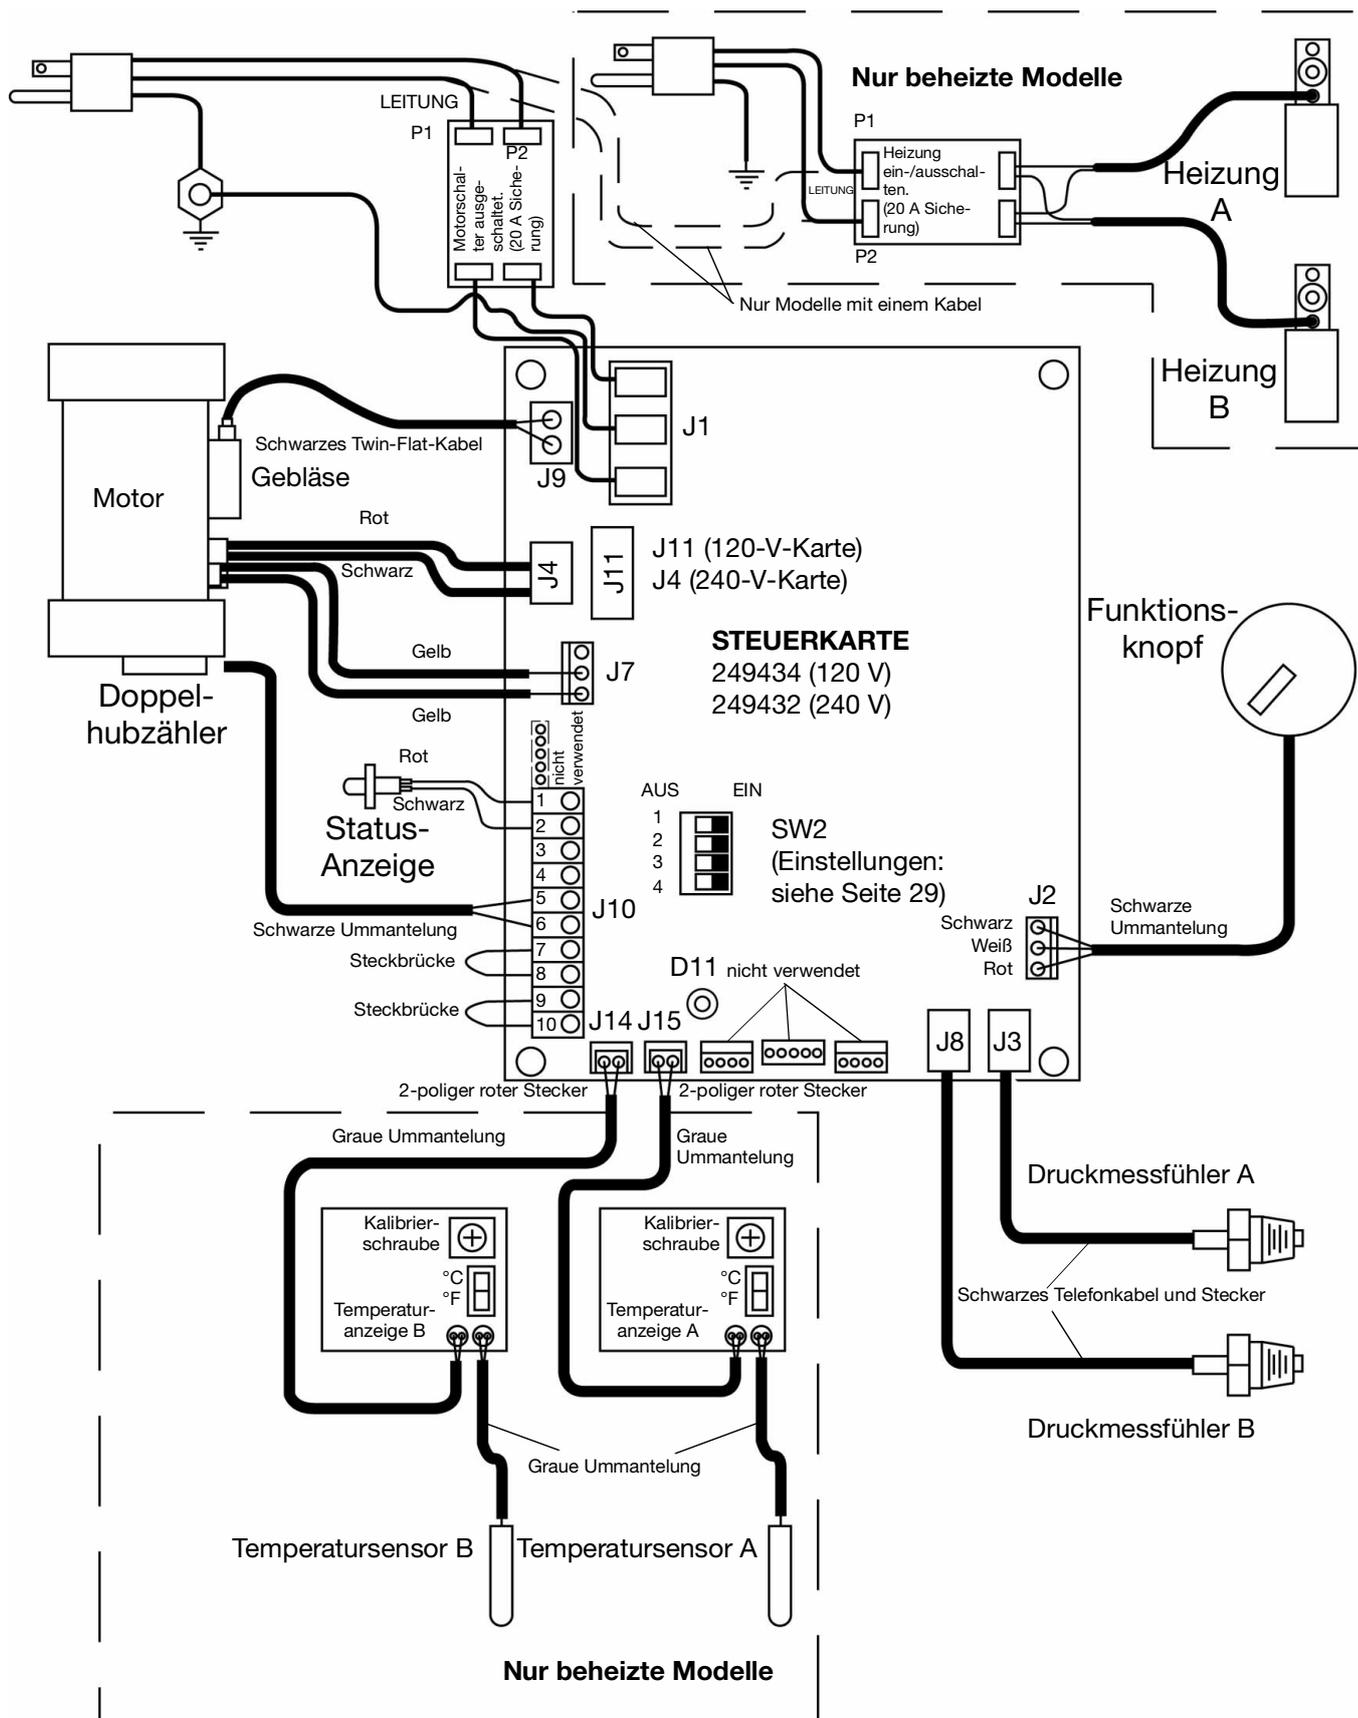

ABB. 14 Kabelanschlüsse des Steuermoduls
3. Abdeckung (39) von der Rückseite des Steuermoduls abnehmen.
4. Potentiometerkabel von der Pos. J2 der Steuerkarte (406) abziehen. Siehe ABB. 14, Seite 41.
6. Die Mutter (404N) und den Zwischenring (415) entfernen.
7. Neues Potentiometer (404) in umgekehrter Reihenfolge einbauen. Das Potentiometer so ausrichten, dass der Schlitz (404S) horizontal ist. Den Knopf (416) so ausrichten, dass die Markierung (416P) nach oben zeigt. Den Knopf so an der Welle befestigen, dass der Schlitz (404S) in den Stift im Knopf eingreift. Den Knopf vor dem Festziehen der Stellschrauben (416a) gegen die Rastfeder auf die Welle schieben.
8. Potentiometerkabel wie in ABB. 14, Seite 41 dargestellt an J2 anschließen.
Die Steuerkarte besitzt eine rote LED (D11). Zur Überprüfung muss der Strom eingeschaltet sein. Lage, siehe ABB. 14. Funktionsweise:
4. Abdeckung (39) an der Rückseite des Steuermoduls entfernen, um die Steuerkarte (406) freizulegen.
5. Alle Kabel und Stecker von der Karte abziehen. Die zwei Steckbrückenkabel (413) von den J10-Stiften 7-8 und 9-10 abziehen.
6. Die Schrauben (408) entfernen und die Steuerkarte vom Steuermodul abnehmen.
**Tabelle 6: Anschlüsse der Steuerkarte (siehe ABB. 14)**
3. Abdeckung (39) an der Rückseite des Steuermoduls entfernen, um die Steuerkarte (406) freizulegen.
4. Druckmessfühlerkabel von Steckern J3 und J8 an der Karte trennen. Siehe ABB. 14, Seite 41. Die Anschlüsse A und B vertauschen und prüfen, ob der Statuscode dem defekten Messfühler folgt. Siehe **Statuscode 3: Störung Messfühler A**, Seite 30.
9. Messfühlerkabel an der Steuerkarte anschließen; siehe ABB. 14, Seite 41.
Wenn der Motor nicht durch die Pumpen verriegelt ist, kann er mit einer 9-V-Batterie getestet werden. Zirkulationsventile öffnen, J4 oder J11 von der Steuerkarte abziehen, siehe ABB. 14, Seite 41. Mit den Steckbrücken die Batterie und die Motoranschlüsse berühren. Der Motor sollte sich langsam und gleichmäßig drehen.
- a. Steuerkarte auf der Rückseite des Steuermoduls suchen, siehe ABB. 14, Seite 41.
1. Das Lüfterkabel (37) vom Lüfter (202) abziehen. Bei eingeschaltetem Motor die Leitungsspannung (120 V oder 240 V) im Kabelstecker überprüfen.
2. **Wenn die Spannung richtig ist**, ist der Lüfter defekt. Die Schrauben entfernen, mit denen der Lüfter an der Abschirmung (206) befestigt ist. Neuen Lüfter in umgekehrter Reihenfolge einbauen.
3. **Wenn die Spannung falsch ist**, muss die Verbindung des Lüfterkabels an J9 der Steuerkarte überprüft werden; siehe ABB. 14, Seite 41.